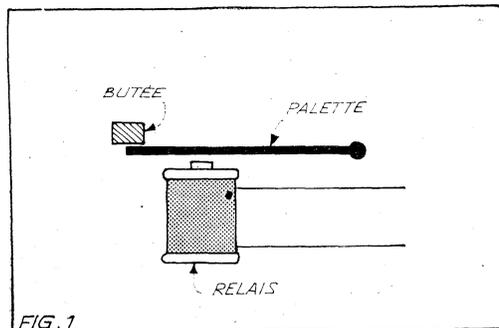

FIG. 1. — Un relais polarisé, pourvu d'une butée, est doté de « mémoire ».
- tous les relais polarisés qui restent dans la position, atteinte à la fin d'un signal, même lorsque ce signal est supprimé (fig. 1) ;